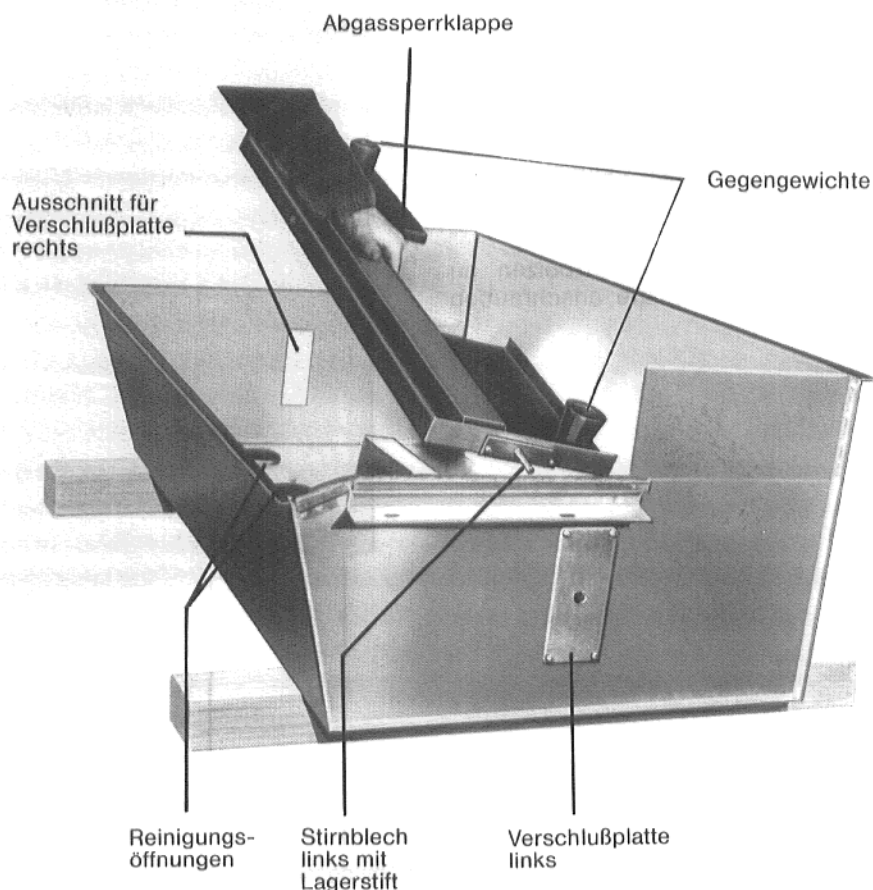

Abb. 16
- Strömungssicherung auf zwei Kanthölzer legen (Abgasanschluß und Reinigungsöffnungen nach unten) (Abb. 16).
- Neue Verschußplatte links, mit 4 Blechschrauben befestigen (Abb. 16).
- Abgassperrklappe schräg in die Strömungssicherung halten und Lagerstift des linken Stirnbleches durch die Bohrung in der linken Verschußplatte stecken (Abb. 16).
In dieser Lage (siehe Abb. 16) müssen die Gegengewichte nach oben stehen.